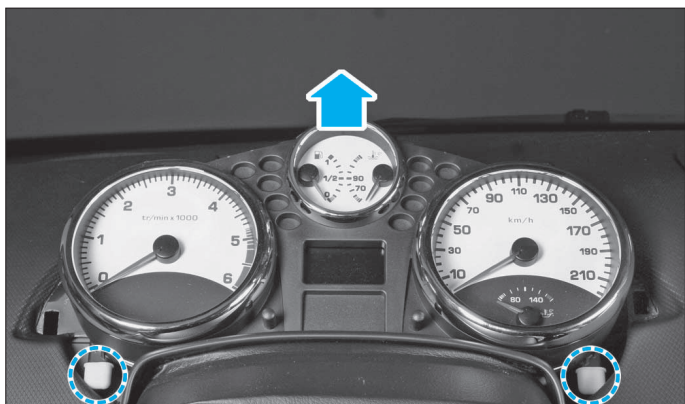

FIG. 32
• Extraire le combiné d'instruments de la planche de bord maintenu par deux tétons et débrancher le connecteur (Fig.32).